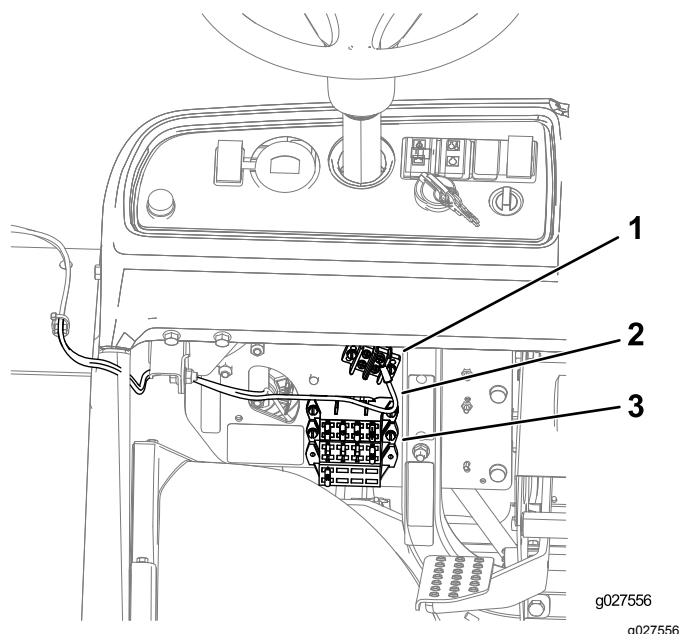

Figura 13
2. **En el caso de máquinas Workman MD/MDX/MDXD:** Conecte el terminal de anillo del arnés al bloque de tierra y enchufe el conector del bloque de fusibles en un conector libre del bloque de fusibles (Figura 13).